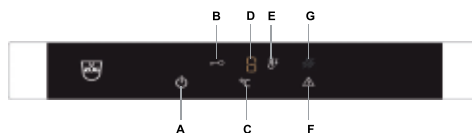

Fig. 1
- La température à l'intérieur du compartiment est affichée par un indicateur placé sur la porte du compartiment (**Fig. 1**).